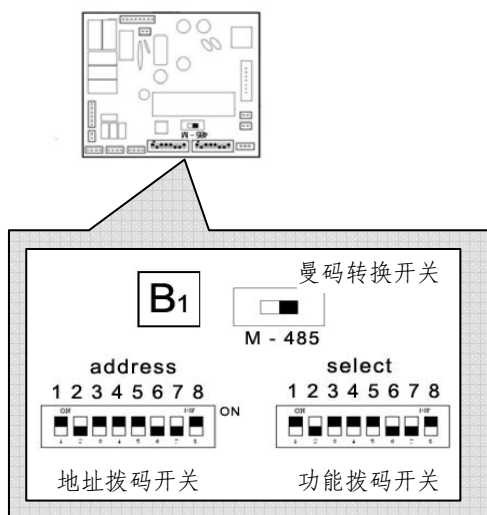

图 10
- 5、如选择曼码方式通讯的 AD/AB 协议，应将解码板上标识“M-485”上方的曼码转换开关拨至‘M’位置；如选择 RS-485 标准通讯协议，应将其拨至‘485’位置（见图 10）
※ 注：图 10 中标识：